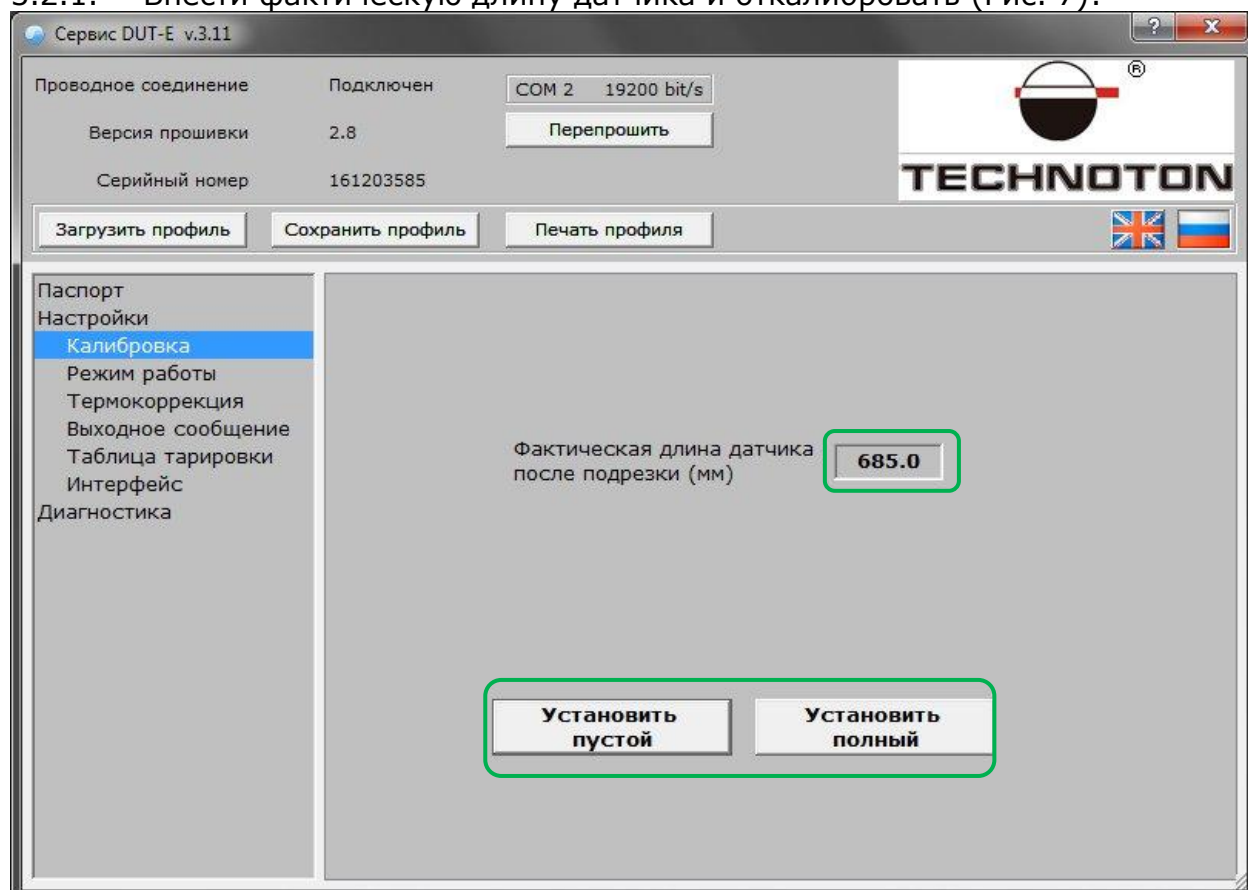

Рисунок 7
3.2.1. Внести фактическую длину датчика и откалибровать (Рис. 7):